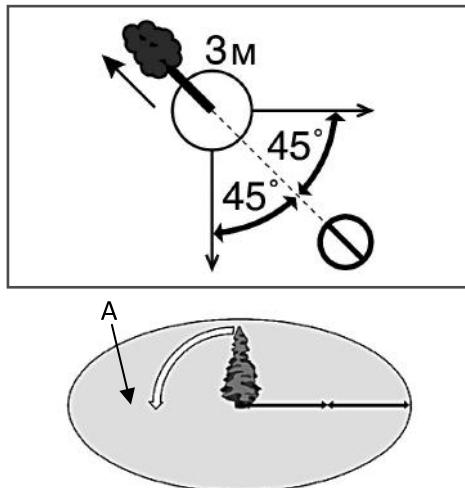

Рис. 10 Зона безопасности при валке дерева
ти минимум на 3 метра от ствола, на тот случай, если во время падения комель дерева отскочит в сторону. Зона безопасности (A) должна быть не менее  $2\frac{1}{2}$  высоты дерева (Рис. 10).